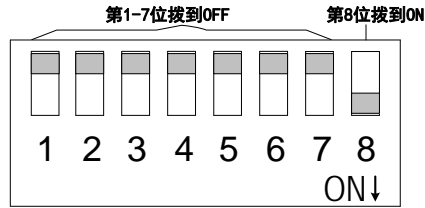

图 3.5 485 通讯控制方式的拨码开关配置
- 2) 将拨码开关第 1~7 位拨到OFF（即拨到上方），第 8 位拨到ON（即拨到下方），这样，驱动器即被配置为 485 通讯控制方式，如图 3.5 所示，从站地址被配置为 0x01。